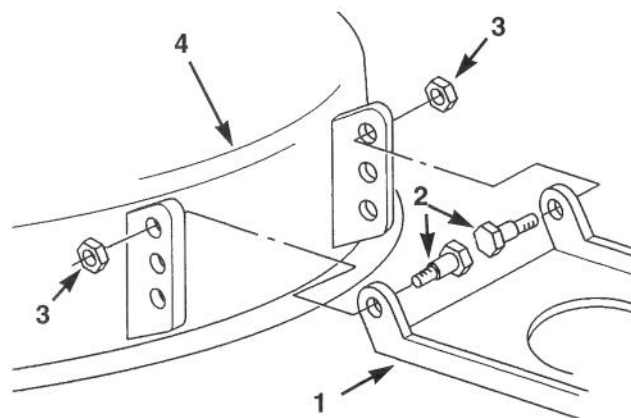

Figure 53
être obtenue en tournant l'écrou de réglage, déplacer le support de pivot sur la tondeuse (Fig. 53).
12. Déposer les boulons à épaulement et les contre-écrous de la tondeuse. (Fig. 53)
13. Abaisser le trou de rodage de pivot de la tondeuse et reposer les boulons à épaulement et les contre-écrous. (Fig. 53)